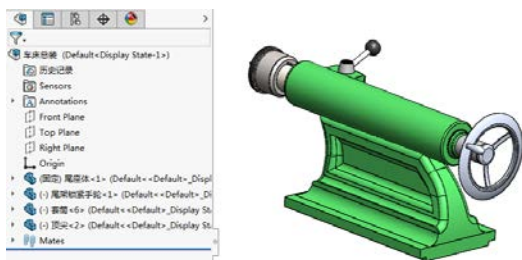

图 9-55 创建“尾座子装配.SLDASM”
STEP 3 第三次执行同样操作，重新打开本书提供的素材文件“车床总装.SLDASM”，分别删除步骤 1 保留的模型文件和“溜板箱”部分，然后将装配体（含所有文件）保存为“尾座子装配.SLDASM”，如图 9-55 所示。